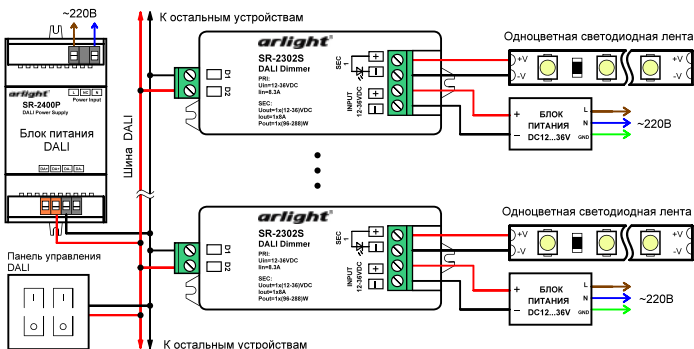

Рис.1. Схема подключения диммеров.
3. Подключите светодиодную ленту или другой совместимый светодиодный источник света к выходу **SEC** диммера, соблюдая полярность и порядок подключения проводов (см. Рис.1).